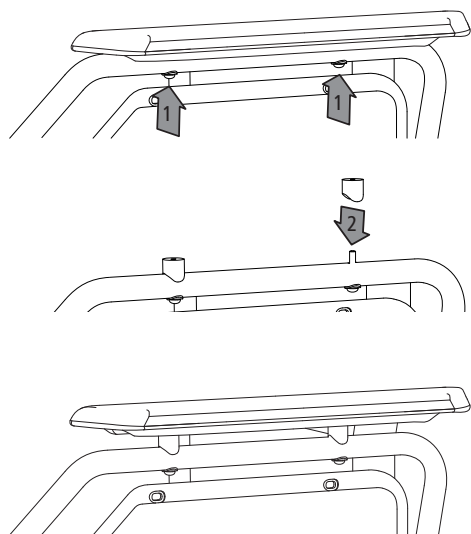

fig. 36
1. Løsn skruerne (1, fig. 36), som fastgør armlænet til rammen.
2. Fjern efterfølgende armlænet fra rammen, og anbring begge højdeadaptere på armlænets huller (2, fig. 36) på stellet.